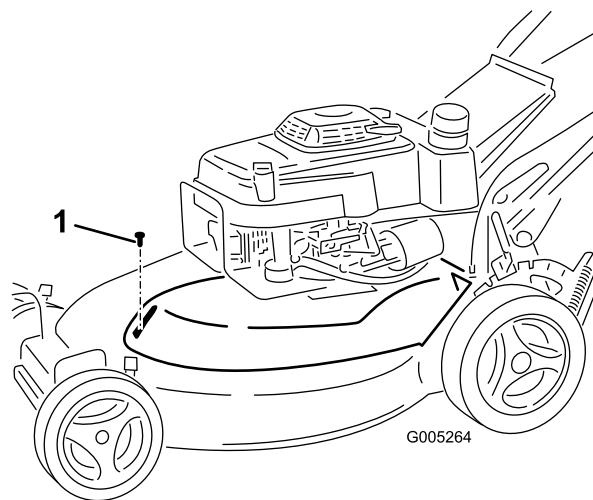

Bild 31
3. Entfernen Sie die Schraube, mit der die Riemenabdeckung (Bild 31) am Rasenmähergehäuse befestigt ist.